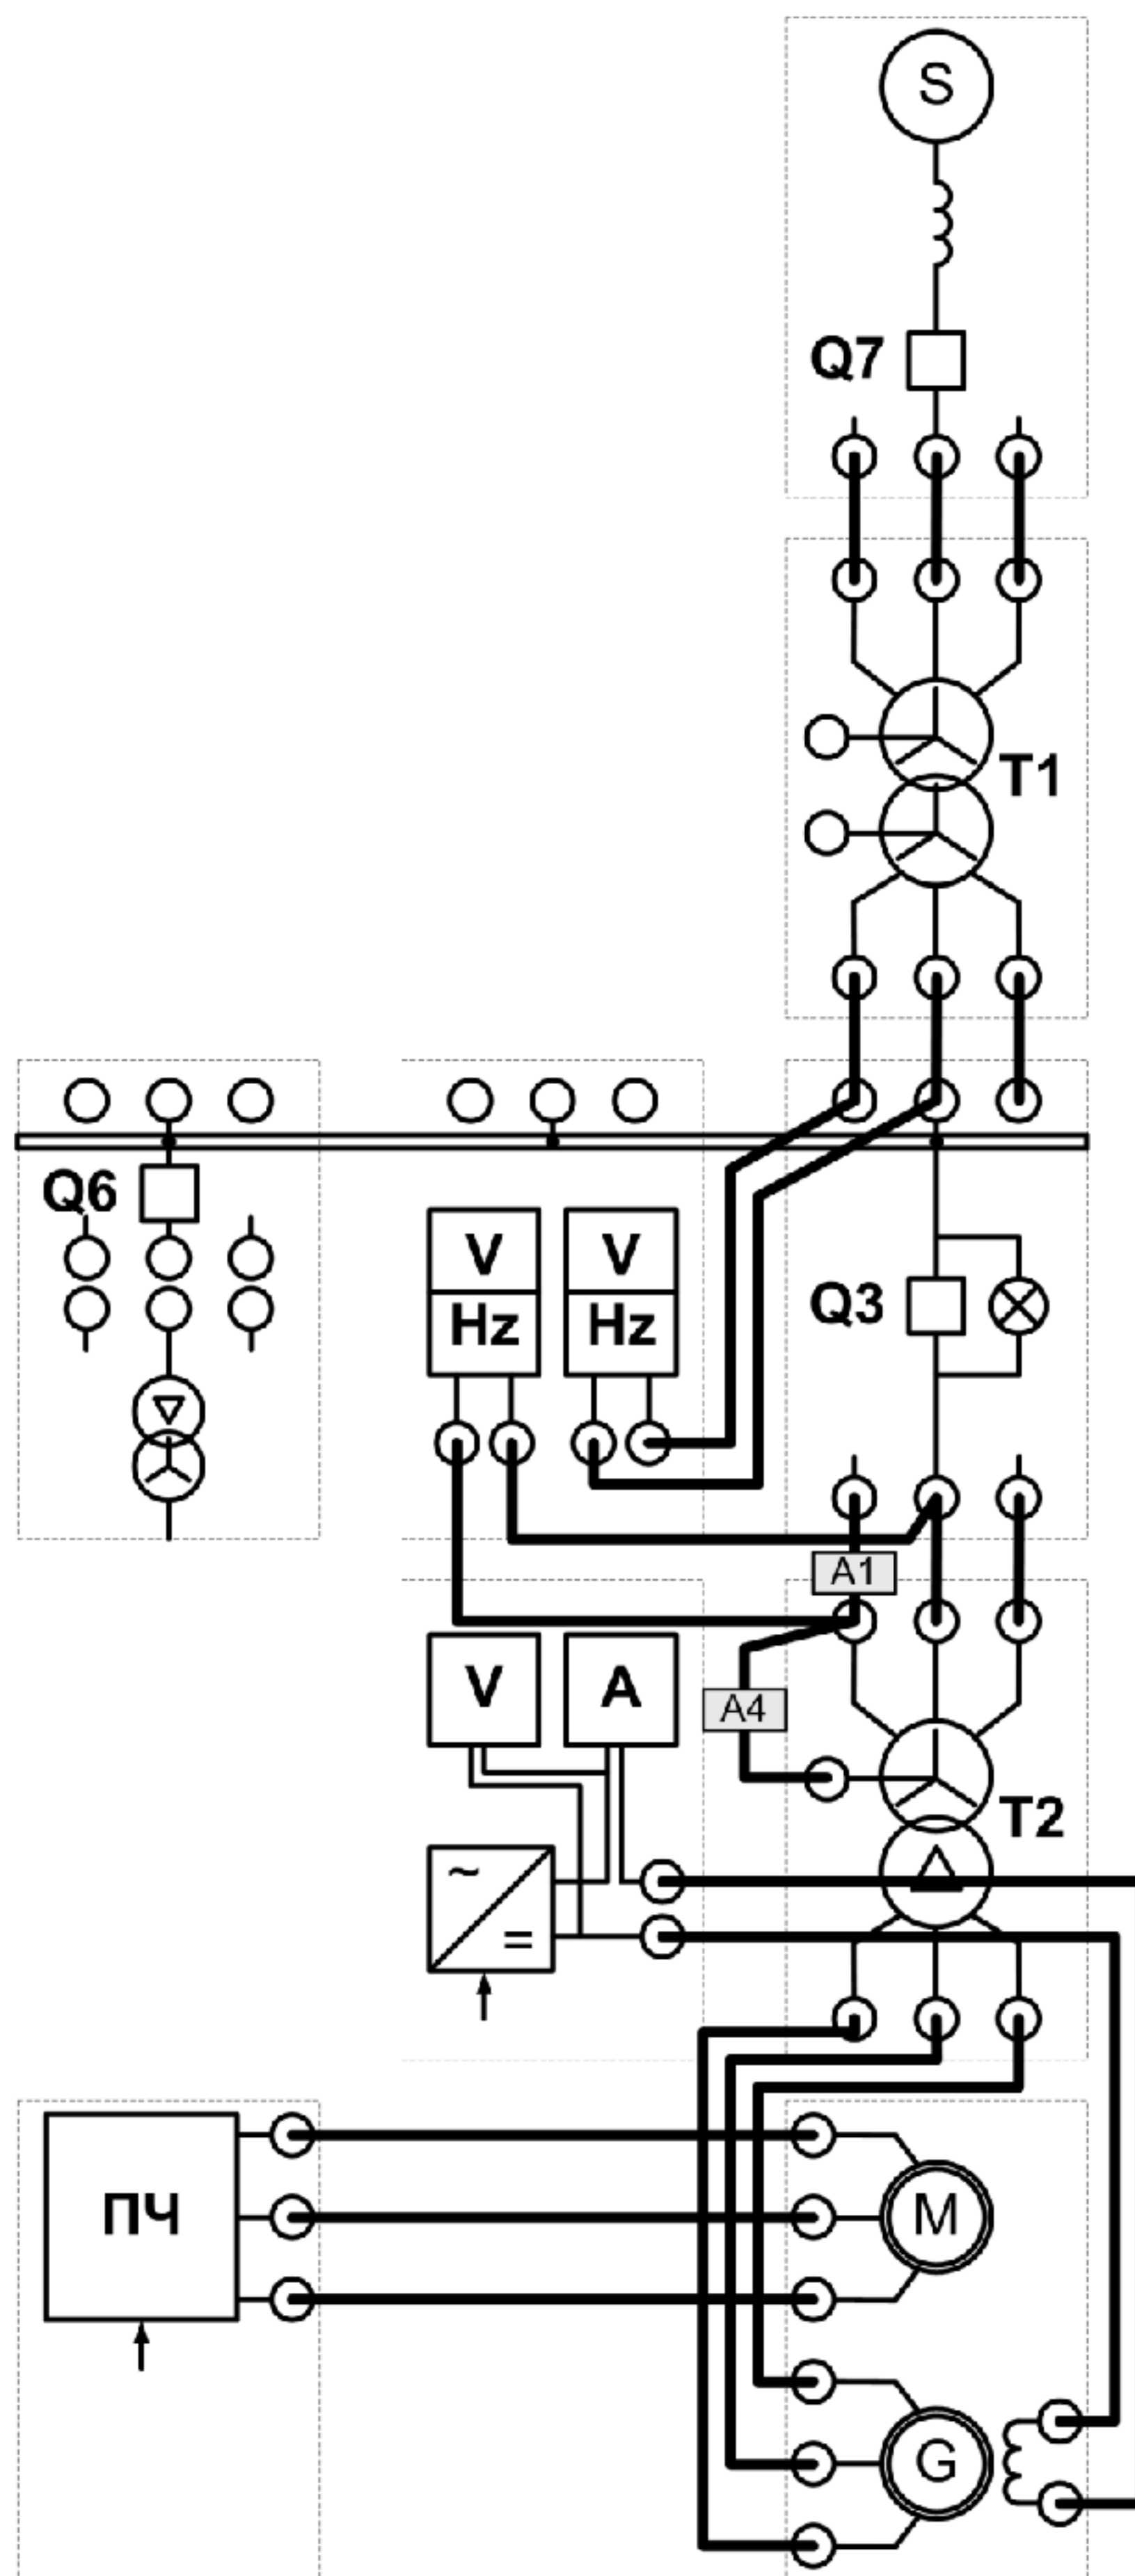

Рис. 3
1) Собрать схему лабораторных испытаний рис.3 (ВСЕ модули стенда должны быть ОТКЛЮЧЕНЫ!). Измерительный канал по току А1 модуля ввода включен последовательно в фазу А силового трансформатора Т2 со стороны сборных шин. Измерительный канал по напряжению А4 модуля ввода-вывода подключен параллельно между фазой А и нейтралью силового трансформатора Т2. Сертификат: 12000002A633E3D113AD425FB50002000002A6
1) Собрать схему лабораторных испытаний рис.3 (ВСЕ модули стенда должны быть ОТКЛЮЧЕНЫ!). Измерительный канал по току А1 модуля ввода включен последовательно в фазу А силового трансформатора Т2 со стороны сборных шин. Измерительный канал по напряжению А4 модуля ввода-вывода подключен параллельно между фазой А и нейтралью силового трансформатора Т2.